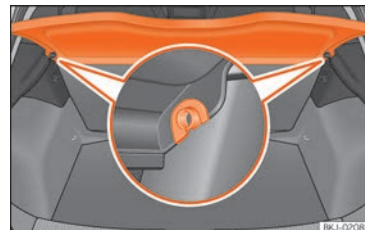

Fig. 127 Na bagageira: desmontar e montar a bandeja.
- Desencaixe a chapeleira dos suportes laterais »» **Fig. 127** puxando-a para cima e retirando-a.
- Introduza a chapeleira horizontalmente fazendo coincidir a «fechadura» sobre o eixo dos suportes »» **Fig. 127**, e pressione para baixo até que encaixe.